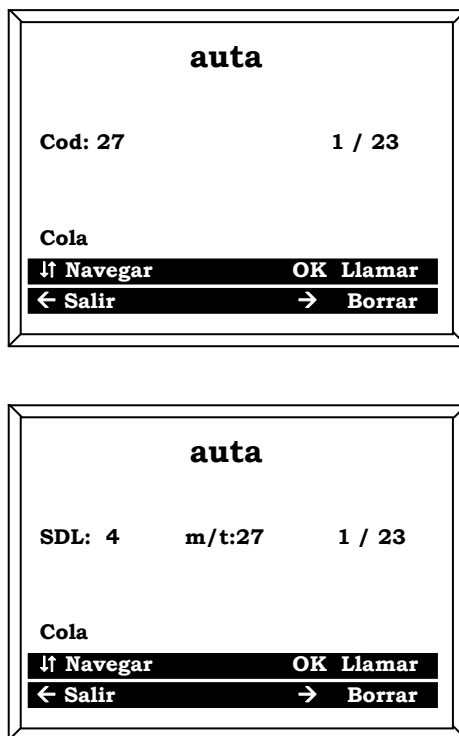

Figura 7. Ejemplo de cola.
- La pantalla de este menú mostrará el código del monitor (central interior) o el del SDL y monitor (central exterior) del que provino la llamada. Además, se indicará en la parte derecha el orden en el que la llamada ha sido encolada y el total de llamadas almacenadas en la cola (ver figura 7).